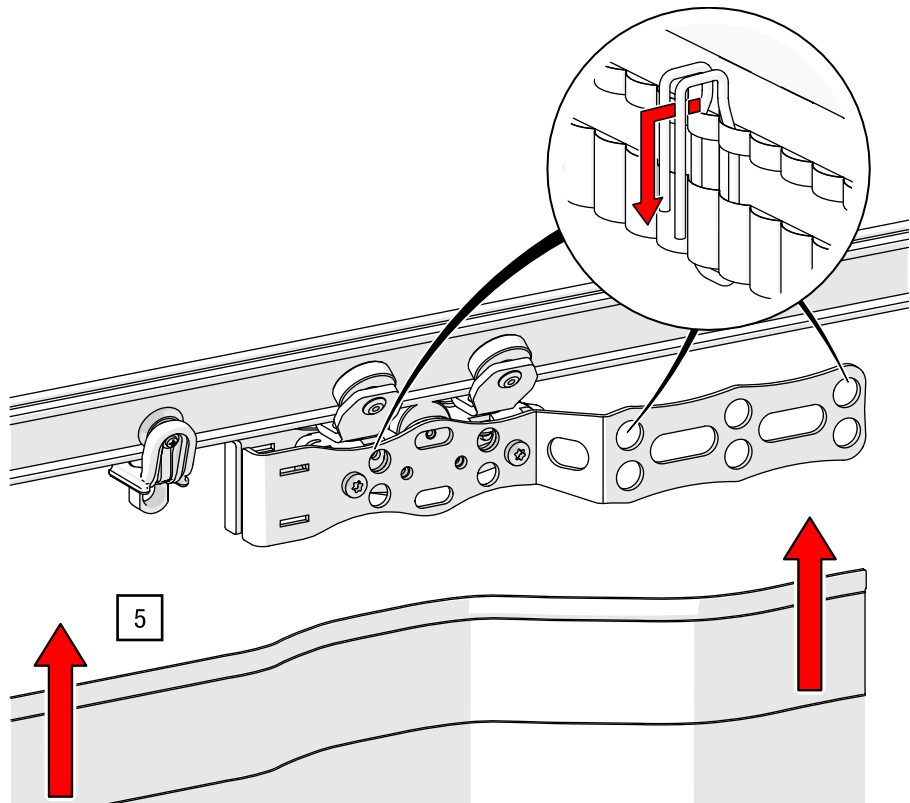

Abb. 102: Vorhang mit Vorhanghaken – Einhängen in Zugwagen mit Überzugbügel einhängen
5. Heben Sie den Vorhang an und hängen Sie die Stoffhaken in den oberen Löchern des Zugwagens mit Überzugbügel ein (siehe Abb. 102).